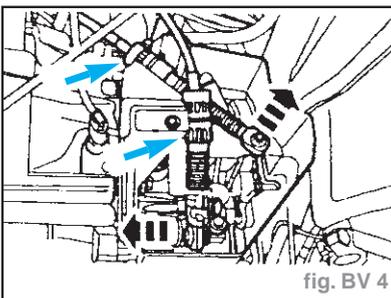

fig. BV 4
- Déposer les câbles de passage et de sélection du support en tournant l'extrémité de gaine dans le sens des aiguilles d'une montre (fig. BV 4).
- Poser les câbles de passage et de sélection (fig. BV 4).